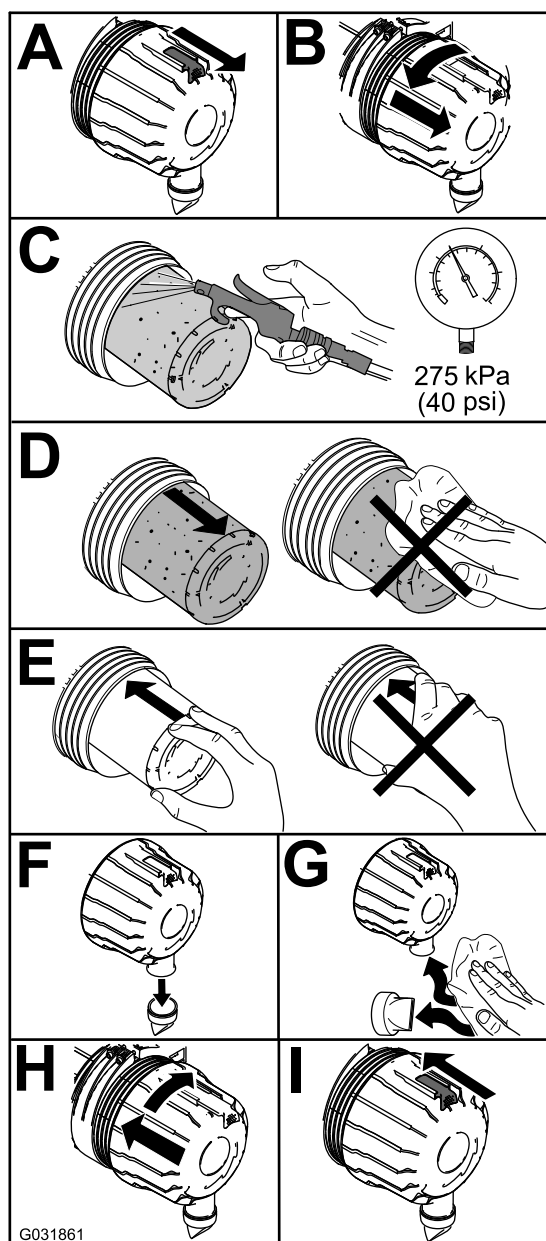

Figura 74
1. Cambie el limpiador de aire (Figura 74).